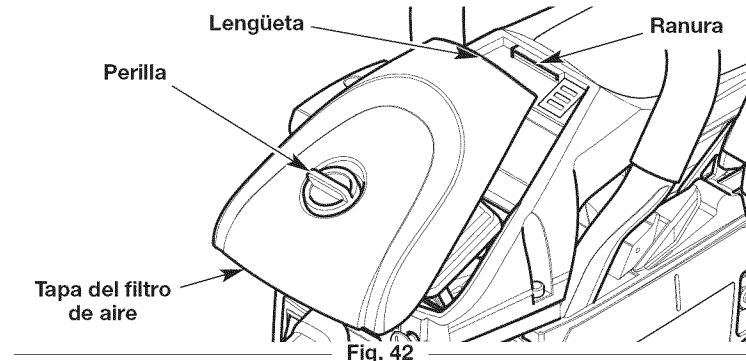

Fig. 42
- Gire la perilla que está sobre la cubierta del filtro de aire en sentido contrario a las agujas del reloj para aflojar la cubierta del filtro (Fig. 42).
- Extraiga la cubierta del filtro de aire (Fig. 42).
- Coloque la cubierta del filtro de aire nuevamente sobre la unidad. Inserte la lengüeta sobre la cubierta del filtro de aire dentro de la ranura del alojamiento de la sierra de cadena (Fig. 42).
2. Gire la perilla que está sobre la cubierta del filtro de aire en sentido contrario a las agujas del reloj para aflojar la cubierta del filtro (Fig. 42).
3. Extraiga la cubierta del filtro de aire (Fig. 42).
10. Coloque la cubierta del filtro de aire nuevamente sobre la unidad. Inserte la lengüeta de la cubierta del filtro de aire dentro de la ranura del alojamiento de la sierra de cadena (Fig. 42).